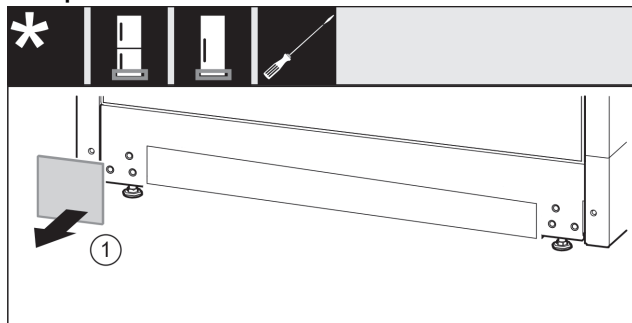

Fig. 12
- ▶ Snemite oblogo. Fig. 12 (1)